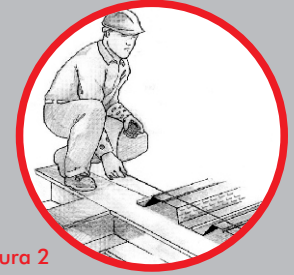

Figura 2
5. En aquellos apoyos que van quedando ocultos deberá tirarse sobre las placas un hilo de referencia al eje del perfil - Figura 2.